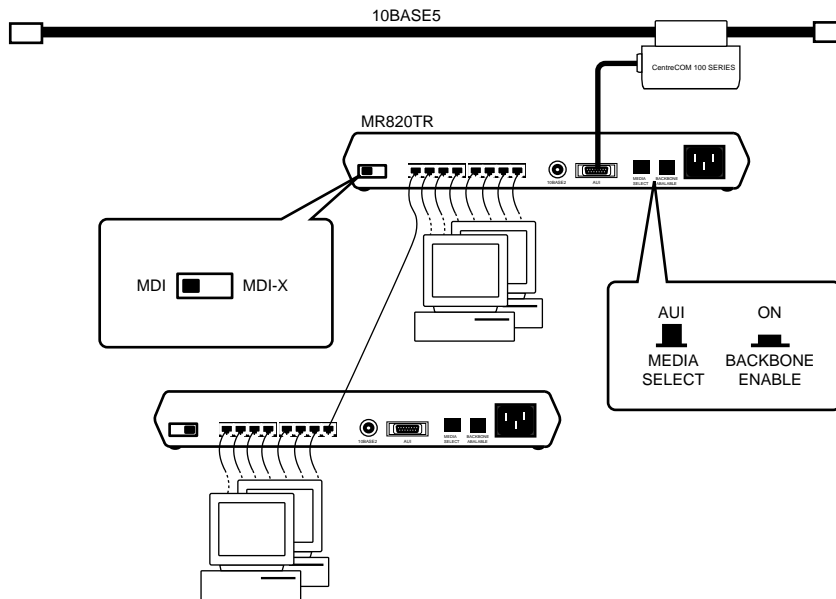
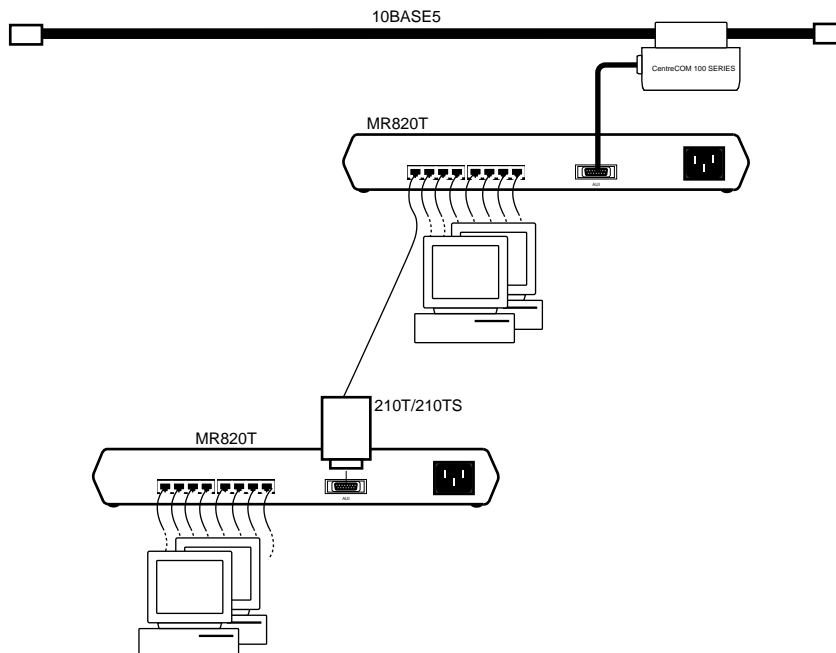

図 3.2 MR820TR におけるカスケード接続の例
図 3.3 MR820T におけるカスケード接続の例
MR820TR におけるカスケード接続の例を図 3.2 に、MR820T (+CentreCOM 210T/210TS) におけるカスケード接続の例を図 3.3 に示します。
7. 3. ~ 5. と同様の手順で、A と C、B と C のパソコン間で接続確認テストを行います。なお、カスケード接続を行う場合は、図 3.2 と図 3.3 を参照してください。